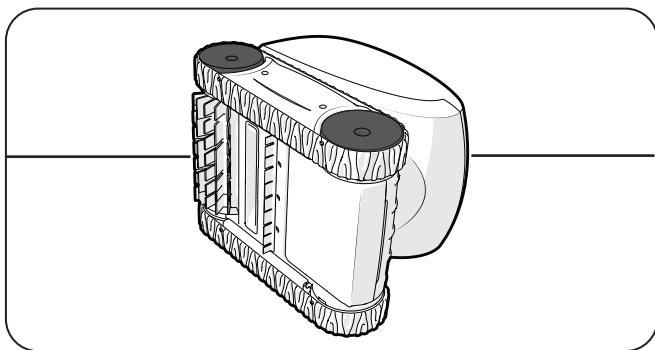

Figure 23. Placer le robot nettoyeur à la verticale sur un côté
1. Placer le robot nettoyeur à la verticale sur un côté (Figure 23).